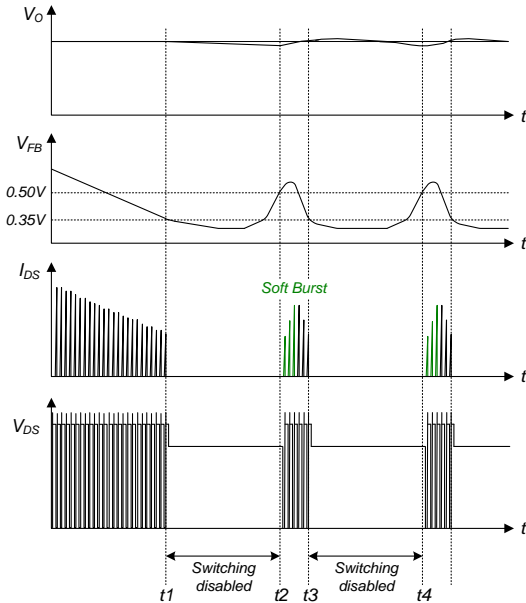

图 23. Burst-Mode Operation
**5. 软突发模式操作:** 为最大程度地降低待机模式下的功耗, FSD156MRBN 会进入突发模式。随着负载降低, 反馈电压也会降低。如图 23 所示, 反馈电压降至  $V_{BURL}$  (350mV) 以下时, 器件自动进入突发模式。此时, 开关操作将停止, 输出电压开始降低, 降低的速率取决于待机电流负载。这会导致反馈电压上升。一旦通过  $V_{BURH}$  (500mV), 开关操作即恢复。反馈电压然后又降低, 接着重复上述过程。突发模式会交替使能和禁用 SenseFET 的开关操作, 从而降低待机模式下的开关损耗。